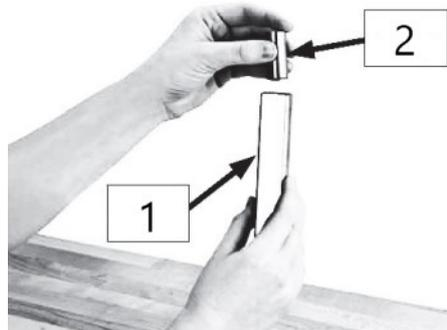

Fig. 4 – Insertion de la barre de distance dans le logement de cylindre
1. Insérez la barre de distance du logement dans la partie inférieure du logement de cylindre inférieur (voir fig. 4).